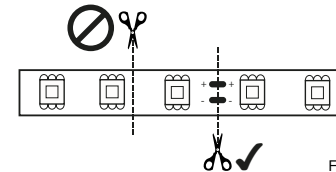

FIG 1.
1. **LET OP!** Knip de ledstrip recht af aan het begin van een sectie (op het koppelspoor). Gebruik een scherpe schaar om de PCB vlak en onbeschadigd door te knippen. (zie fig 1)